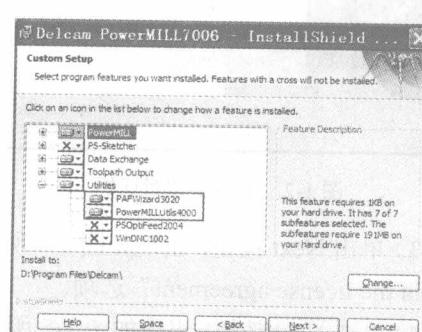

图 1-8 用户自定义对话框
(7) 接下来出现如图 1-8 所示对话框，在对话框内选取 Utilities 栏内的“PAFWizard3020 (授权检测向导模块)”和“PowerMILLUtils4000 (编程清单模块)”选项。